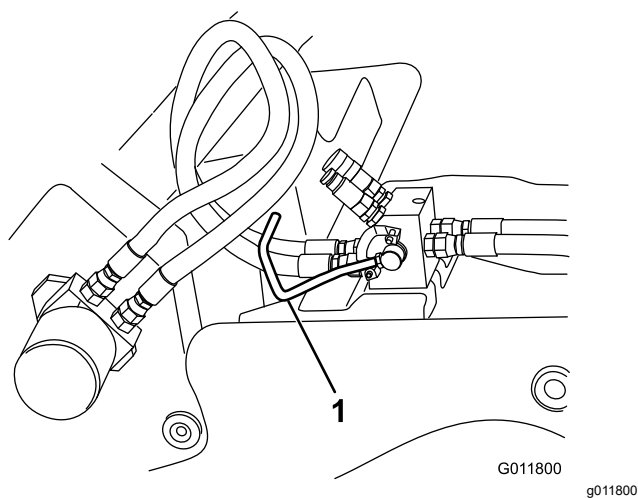

Figura 24
7. Abbassate la leva di commutazione sul collettore idraulico per passare dal funzionamento in modalità catenaria al funzionamento in modalità testa di perforazione (Figura 24).